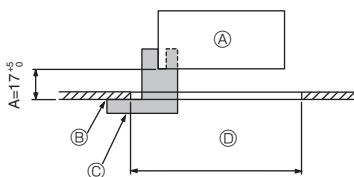
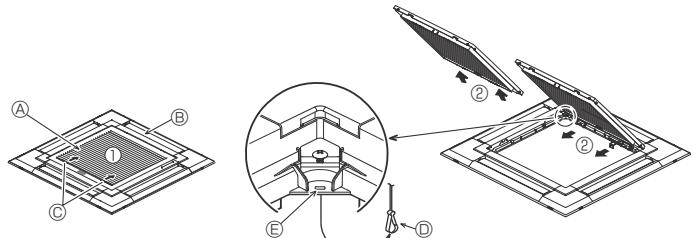
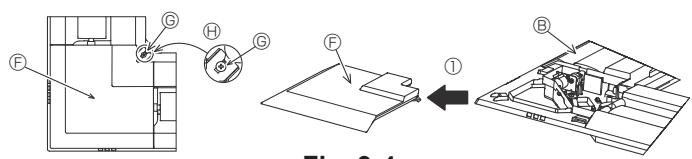

Fig. 9-2
Fig. 9-3
Fig. 9-4
① Kratka	1	950 × 950 (mm)
② Przymiar montażowy	1	(złożony z 4 części)
③ Śruba (4 × 16)	1	Do PLP-6EAE, PLP-6EALE, PLP-6EALME2
④ Panel narożny czujnika i-see	1	Do PLP-6EAE, PLP-6EALE, PLP-6EALME2
⑤ Bezprzewodowy pilot zdalnego sterowania	1	Do PLP-6EALM2, PLP-6EALME2
⑥ Uchwyty pilota zdalnego sterowania	1	Dodatek, gdy jest wyposażona w bezprzewodowego pilota zdalnego sterowania.*
⑦ Baterie LR6 AA	2	Dodatek, gdy jest wyposażona w bezprzewodowego pilota zdalnego sterowania.*
⑧ Wkręty samogwintujące 3,5 × 16	2	Dodatek, gdy jest wyposażona w bezprzewodowego pilota zdalnego sterowania.*
9.2. Przygotowania do zamocowania kratki (Fig. 9-2)
- Używając przymiaru ② dostarczonego z zestawem, należy ustawić i sprawdzić położenie urządzenia głównego w stosunku do powierzchni sufitu. Jeśli urządzenie główne jest nieprawidłowo ustawione względem powierzchni sufitu, może dojść do wypływu powietrza lub gromadzenia się skroplin.
- Ⓒ Przymiar montażowy ② (wsunięty do urządzenia głównego)
9.2.1. Demontaż kratki wlotowej (Fig. 9-3)
- Przesunąć dźwignię w kierunku wskazanym przez strzałki ①, aby otworzyć kratkę wlotową.
- Gdy kratka wlotowa jest w pozycji otwartej, należy usunąć zawias kratki wlotowej z kratki w sposób pokazany przez strzałki ②.
9.2.2. Demontaż panelu narożnego (Fig. 9-4)
- Odkręcić 4 śruby na narożniku. Przesunąć panel narożny w kierunku wskazywanym przez strzałkę ① na rysunku, aby go zdementować.
[Fig. 9-3] [Fig. 9-4]